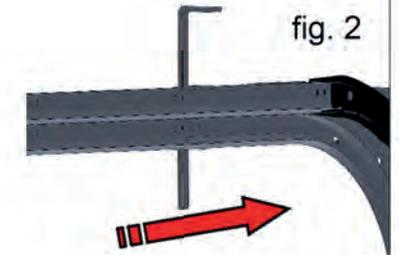

fig. 2
- Placer le rail en butée dans la courbe (voir fig.2).
- +** S'assurer que l'axe soit de niveau et ajuster la position avec les vis de palier central M8 (voir fig.2)
- Régler la compression des roulettes dans les rails verticaux (figure 2)